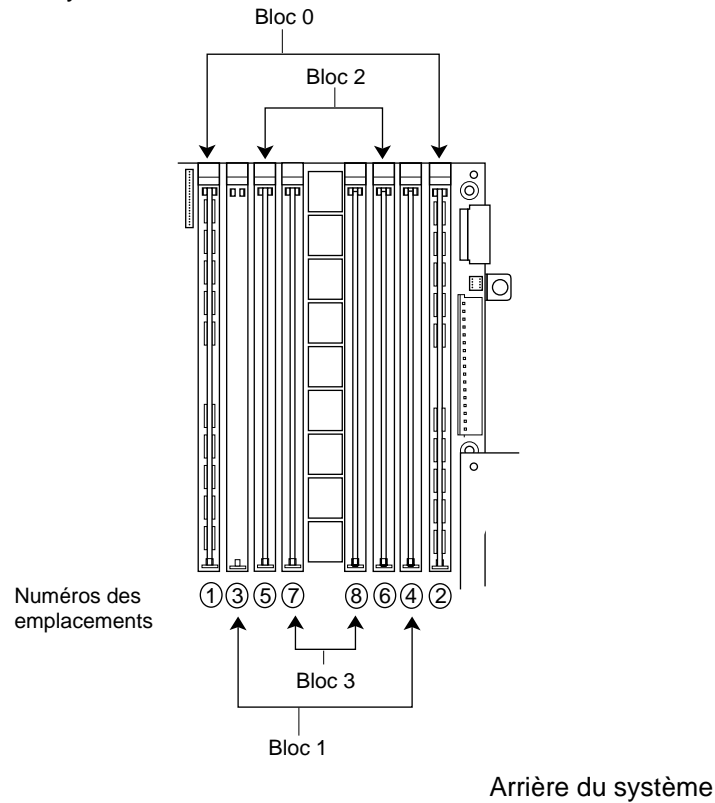

Figure 5-7 Regroupement des paires de DIMM dans l'Origin200
6. Retirez toujours les barrettes DIMM deux par deux, en commençant par la paire la plus proche du centre des blocs (bloc 3). Pour cela, reportez-vous à Figure 5-7.